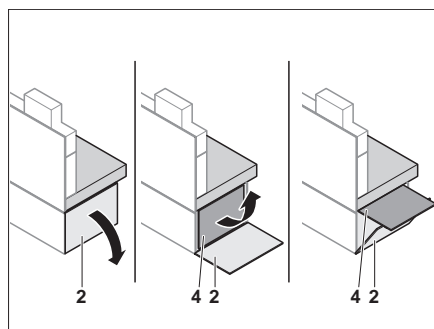
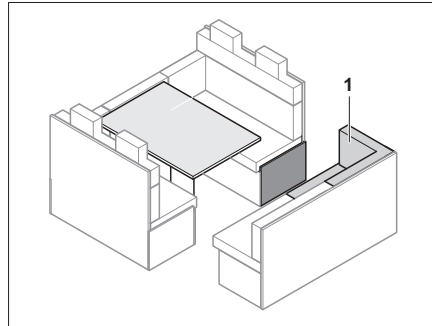
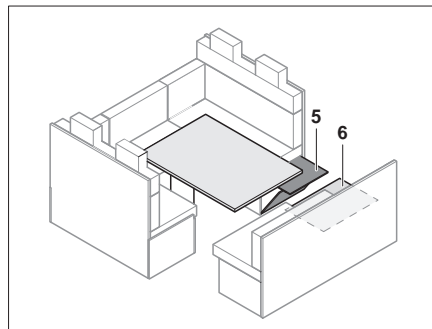

Fig. 111 Déployer la rallonge de la banquette
Fig. 113 Avant l'agrandissement
Fig. 115 Déployer la rallonge de la banquette
- Ouvrir le portillon (Fig. 111,2).
- Rabattre la rallonge de la banquette (Fig. 111,4) vers le haut et verrouiller avec le rabat (Fig. 111,2).
- Retirer les coussins d'assise (Fig. 113,1).
- Rabattre la rallonge de la banquette (Fig. 115,5) vers le haut et caler (Fig. 111).
- Sortir la plaque de renforcement (Fig. 115,6) d'en dessous du coussin d'assise (Fig. 113,1) et fermer la lacune entre la rallonge de siège et la banquette latérale.